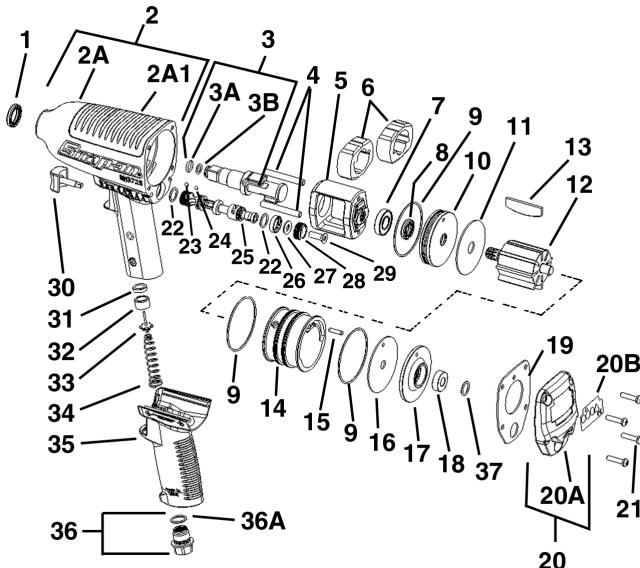

Figure 2: MG725A/MG725AL/MG725AP Pneumatic Impact Wrench
- ✓ 部品リストについては図2を参照してください。メンテナンスや修理には、**Snap-on** 純正交換部品だけを使用してください。メンテナンスや修理は、訓練を受けたサービスエンジニアにのみ行わせてください。修理部品やサービスマニュアルは、最寄りの**Snap-on**代理店で取り扱っております。